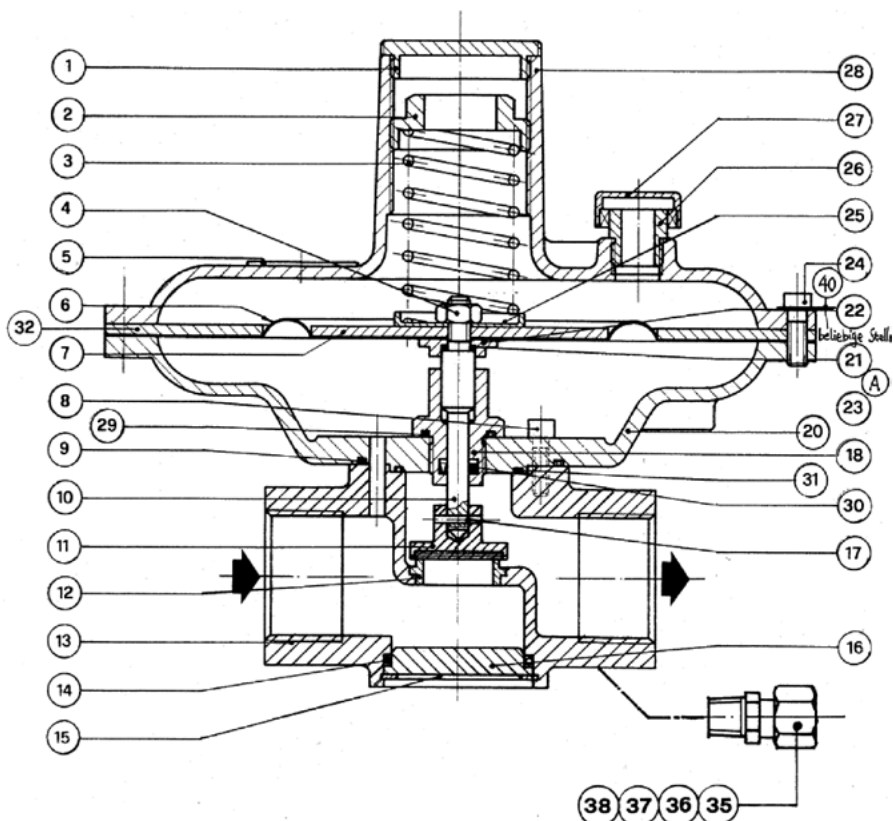

Рисунок 10. Клапан предохранительный сбросной типа VS SBV 811 / A / TR
9.2.1 Для перенастройки давления срабатывания клапана (см. Рисунок 10) следует снять крышку (1) и настроить давление срабатывания клапана вращением гайки (2). При вращении по часовой стрелке давление срабатывания увеличивается, а против – уменьшается.